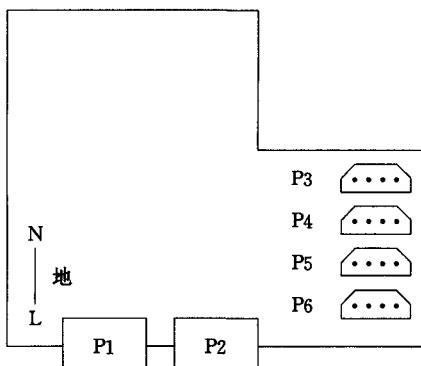

图2 P1—P6插头位置图
4. 从电源板上（如图2）将三条输入电源线从N，地，L三个端子上取下，拔下与电源板连接的P3，P4，P5和P6（备用）插头，然后将电源板从与工作站母板相连的P1，P2口拔出。